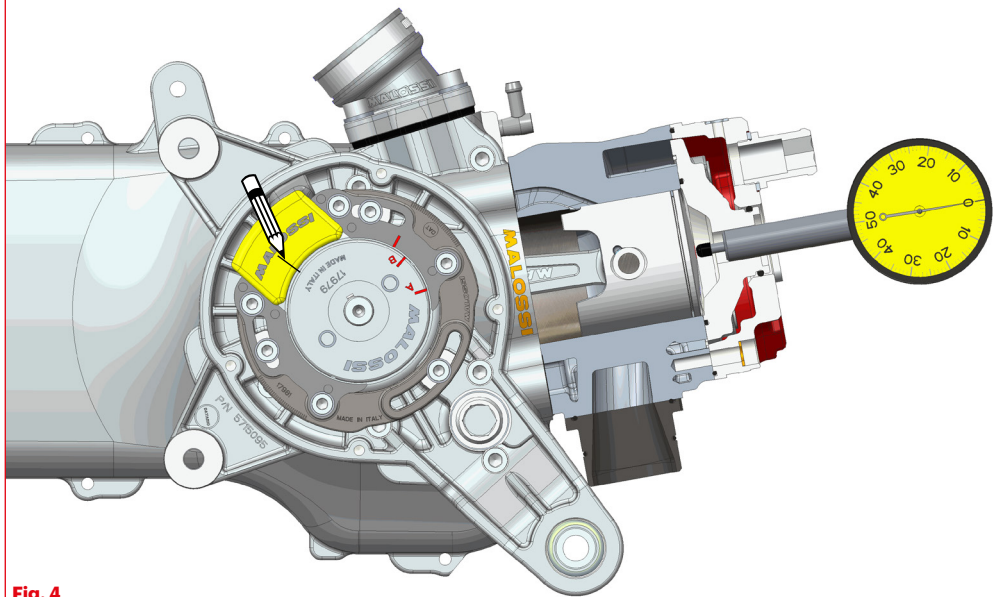

Fig. 4
- llevar el motor al punto muerto superior y usando un lápiz de punta fina o una punta para señalar, trazar sobre el rotor y el estator una línea **Fig. 4**